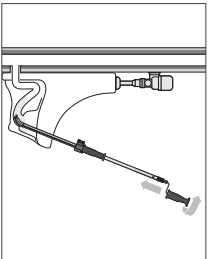

Figure 5 – Utilisation du tournevis
6. Faites tourner le câble en sens horaire tout en faisant avancer la manivelle ou la perceuse vers le guide-câble afin d'introduire le câble dans la conduite (Figure 5). Pour franchir les siphons d'urinoir et autres coudes serres :